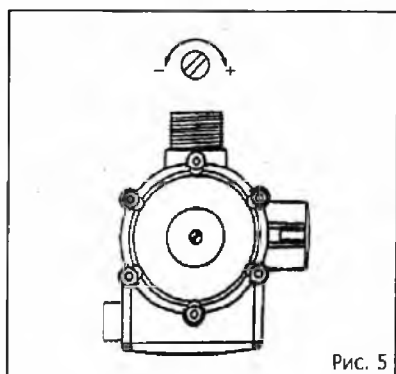

Рис. 5
3. Стартовое давление срабатывания настроено на 1,5 атм., что является оптимальным значением для большинства случаев использования. Это значение может быть изменено с помощью регулировочного винта, расположенного на верхней части блока автоматики с маркировкой «+» и «-» (рис. 5).